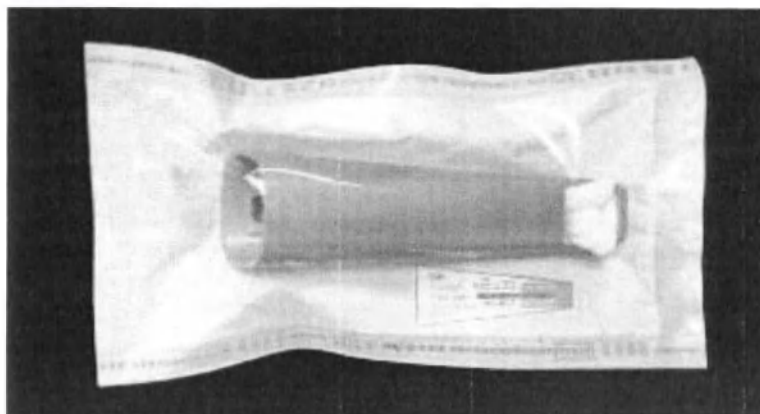

Рисунок 16. Помещение наконечника в крафт-пакет для последующей стерилизации в Автоклаве.
(7) Запечатайте наконечник в стерилизационный пакет (см. рисунок 16) и поместите пакет в автоклав.